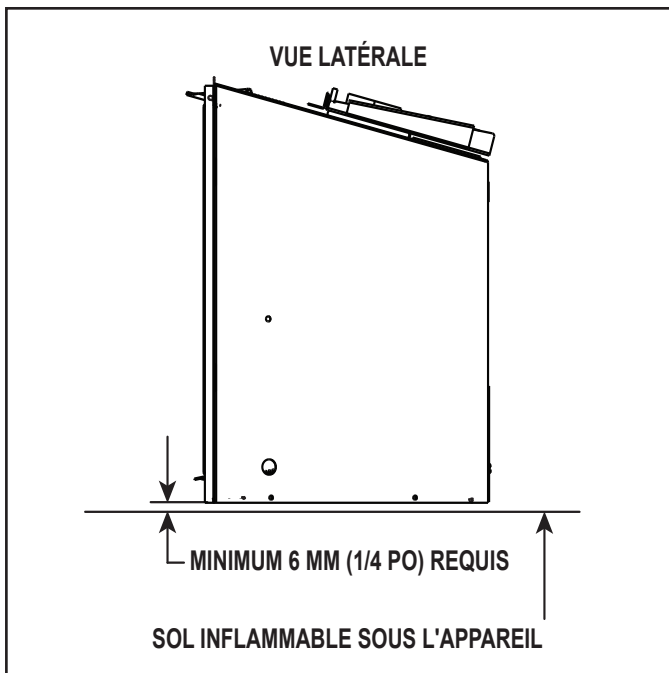

Figure 3.4 Dégagement par rapport au sol pour combustible solide
- Un espace minimal de 6,35 mm (1/4 po) entre le bas de l'appareil et le sol métallique de la boîte à feu pour combustible solide est **RECOMMANDÉ**. Voir la vue de côté à la Figure 3.4.